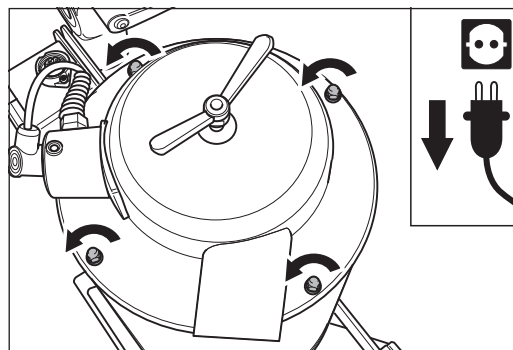
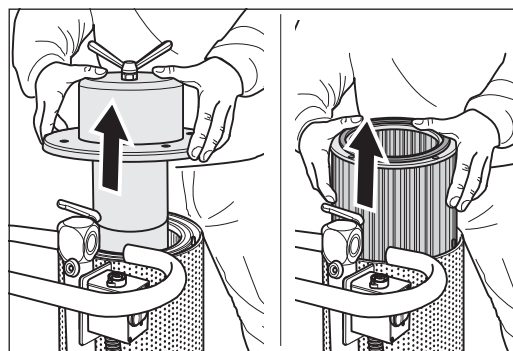

Fig. 27 Quite a continuación las cuatro tuercas de sombrerete de la tapa del separador de polvo.
Fig. 28 Quite la cubierta y saque el inserto filtrante.
- 6 Quite las cuatro tuercas de sombrerete de la tapa del separador de polvo (Fig. 27) y levante la cubierta superior de la carcasa del filtro. No ladee (Fig. 28).
- 7 Saque el inserto filtrante de la carcasa del filtro (Fig. 28). Limpie el filtro o para armar use un nuevo inserto filtrante. Use exclusivamente cartuchos filtrantes originales de LÄGLER® (Art° N° en el párrafo 11, Piezas de recambio TRIO).